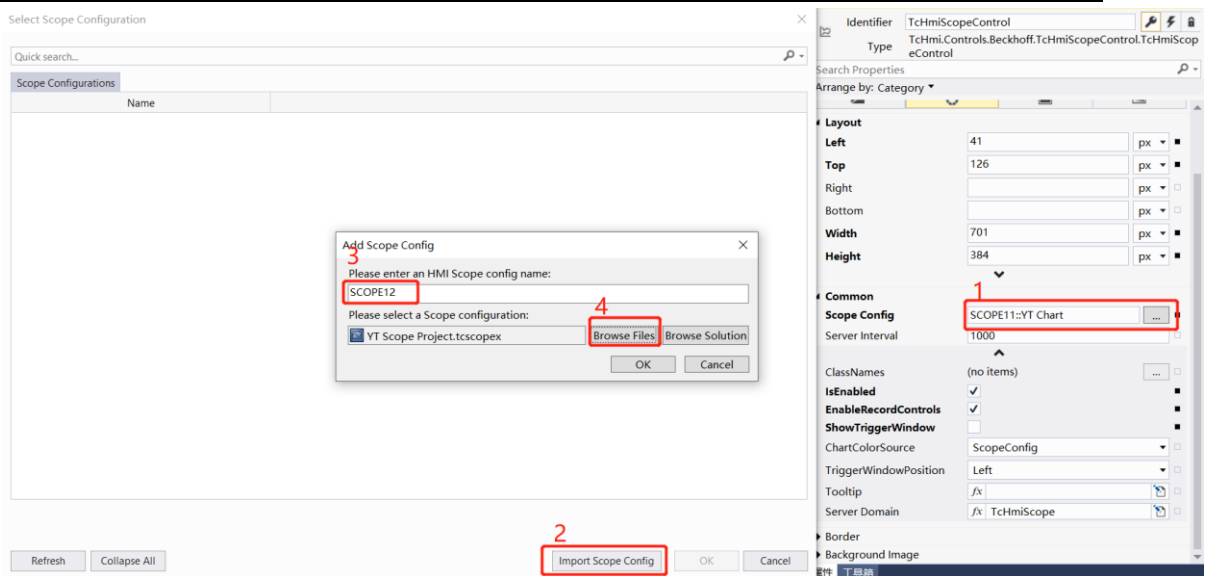

图 1-6
- a、Scope Config 为选择 Scope 文件。我们在步骤 2.2 中已经建立，导入进来即可。如图 1-6。